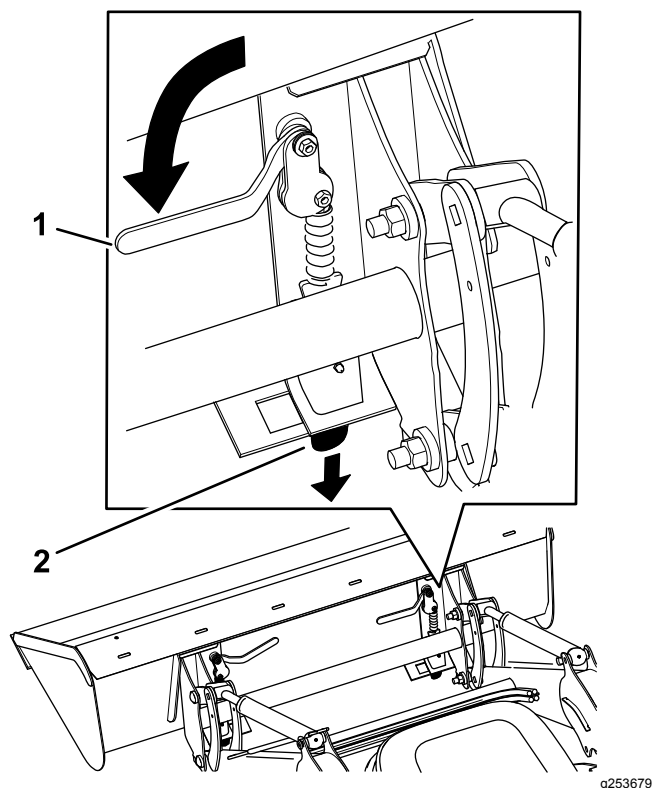

図 56
8. クイックアタッチレバーを車両中央側に倒すクイック取り付けピンをアタッチメント取り付けプレートに完全に通す 図 56。